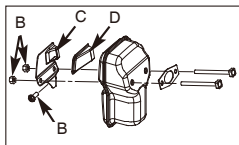

Bild. 17B
- Entfernen Sie die 2 Schrauben, mit denen die Abdeckung festgehalten wird (C). (Bild.17B)
- Entsorgen Sie das verbrauchte Funkengitter (D) und setzen Sie ein neues Gitter ein.